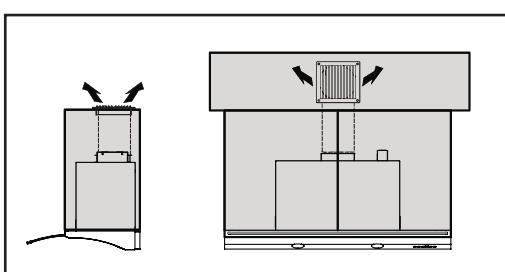

FIG.14
4. Pour que la reprise d'air se fasse convenablement, un événement de reprise d'air doit être installé pour permettre à l'air recyclé d'être relâché dans la cuisine, Fig. 14. Un conduit doit être installé du ventilateur à l'événement. L'événement de reprise d'air peut être placé sur le dessus de l'armoire, ou dans le plafond ou vide sanitaire.